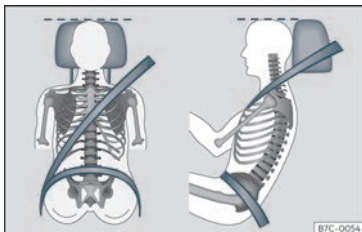

Fig. 3 Bandas do cinto e reposacabezas axustados correctamente.
- Axuste o reposacabezas para que o bordo superior estea, na medida do posible, á altura da parte superior da cabeza, en ningún caso debaixo dos ollos. Manteña a caluga o máis preto posible do reposacabezas >>> **fig. 3.**